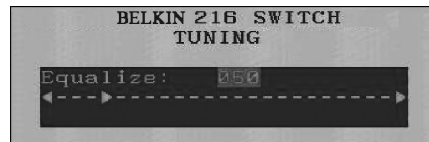

Abb. 29 Bildabstimmungslabel
2. Drücken Sie auf die Taste „F5“. Das Bild des ausgewählten Computers erscheint zusammen mit einem Bildabstimmungslabel (s. Abb. 29).